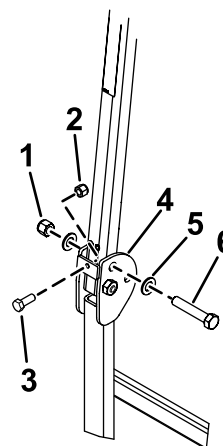

Рисунок 17
3. Установите шайбу (13/16 x 1 1/2 дюйма) на каждый болт (3/4 x 4 дюйма), как показано на Рисунок 17.
4. В отверстия, из которых были извлечены штифты, установите болты с шайбами (Рисунок 17).
5. Установите еще по одной шайбе на каждый болт и закрепите с помощью гаек (3/4 дюйма), как показано на Рисунок 17. Затяните гайки с моментом от 323 до 396 Н·м.
6. Установите болт (3/8- 16 x 1 дюйм или 1 - 1/4 дюйма) с зажимной гайкой (болты и зажимные гайки в комплект не входят) в пластину с резьбой на каждой стороне нижней части защитной дуги в области петель (Рисунок 17). Затяните болт до упора
- Затяните шарнирный болт конструкции ROPS (Рисунок 17) с моментом 91 – 113 Н·м, чтобы предотвратить любые вибрации защитной дуги и солнцезащитного навеса.